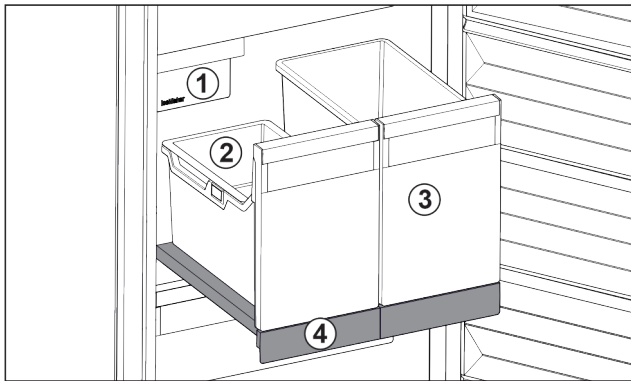

Fig. 95 Auszugsbord mit IceTower
- (1) IceMaker
- (2) Einhängeschale für Eiskwürfel
- (3) Behälter für z. B. Pizza, alkoholische Getränke
- (4) Auszugsbord
Auf dem Auszugsbord sind zwei hohe Behälter (IceTower). Im Behälter Fig. 95 (2) werden Eiskwürfel aus dem IceMaker gesammelt und gelagert. Behälter Fig. 95 (3) eignet sich für die Lagerung von hohen Lebensmitteln wie Pizzen oder alkoholischen Getränken.